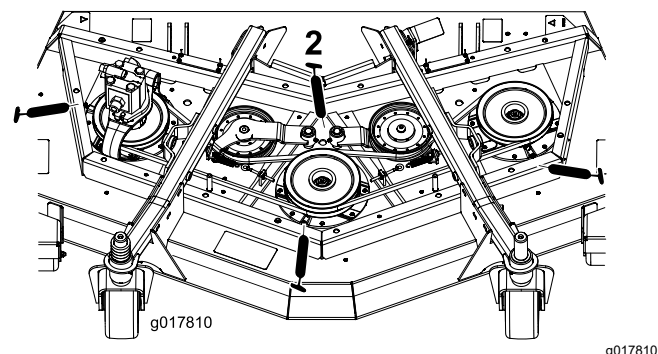

Figure 43
- 3 paliers d'axes de pivot (sous la poulie) (Figure 43)
- 2 bagues de pivot de bras de poulie de tension (Figure 43)